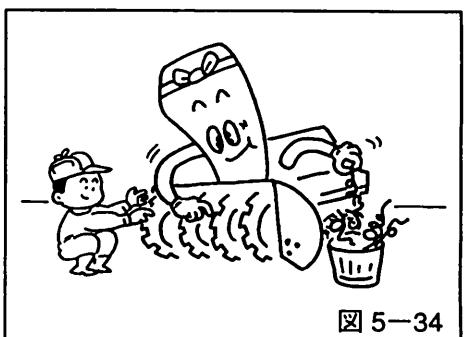

図 5-34
2. プロワ及びオーガ軸にビニール紐などが巻き付いていたら、取り除いてください。そのまま運転しますと、オーガミッションのオイルシールを傷め、オイル漏れの原因になります。(図5-34参照)